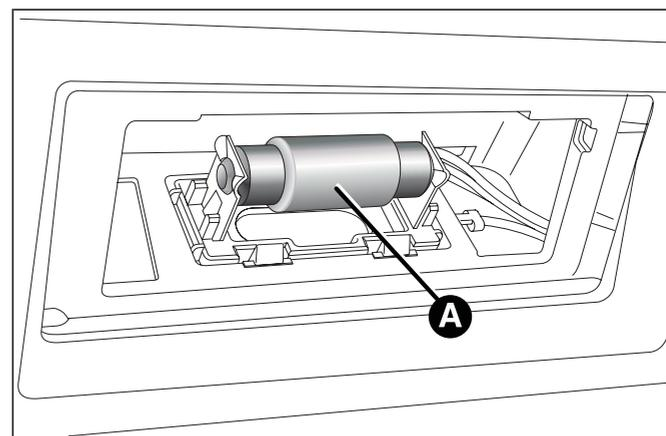

fig. 136
- sostituire la lampada A fig. 136, svincolandola dai contatti laterali;